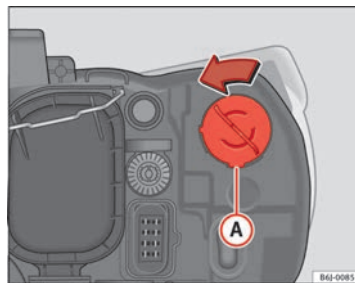

Abb. 141 Blinklicht
- Den Lampenträger → Abb. 141 Ⓐ nach links drehen und ziehen.